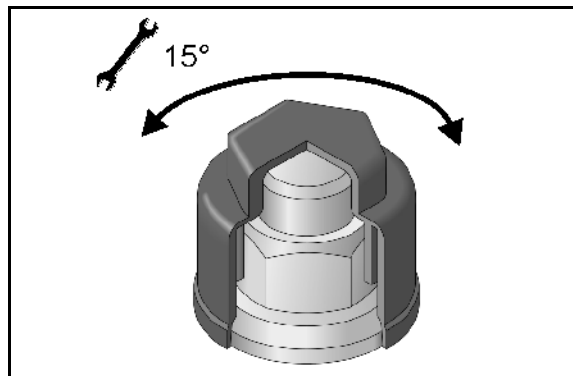

Fig. 167
1. Apăsați rola de tensionare (Fig. 167/1) cu cheia tubulară (Fig. 167/3) în sensul săgeții până când un știft opritor Ø6mm (Fig. 167/4) poate fi fixat în orificiul de montare.
Cureaua cu nervuri trapezoidală (Fig. 167/2) este acum detensionată.
2. Trageți curelele cu nervuri trapezoidale (Fig. 167/2) mai întâi de pe cea mai mică rolă respectiv de pe rola de tensionare.
4. Așezați noile curele cu nervuri trapezoidale (Fig. 167/2).
6. Tensionați din nou curelele cu nervuri trapezoidale prin intermediul rolei de tensionare și a cheii tubulare (Fig. 167/3). Verificați dacă cureaua cu nervuri trapezoidală este corect așezată în ghidajul său.